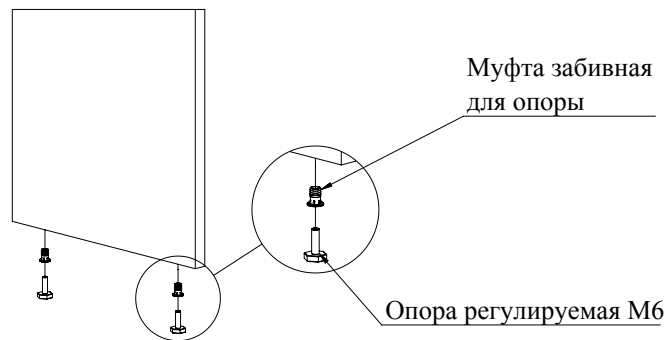

Рис.5
- В торцы деталей 2 и 3 установите муфты забивные для опор. Вкрутите в муфты опоры регулируемые М6 (Рис. 5).